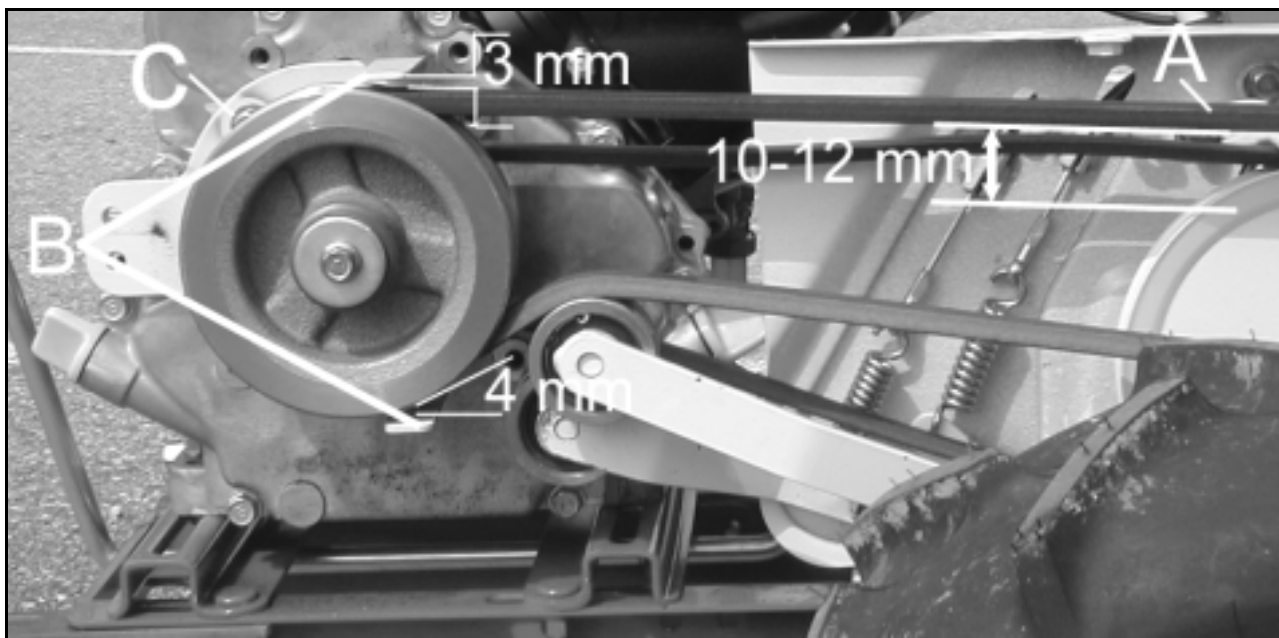

Figure 20
- Quand vous appuyer sur cette courroie avec un doigt (figure 20, repère A) la flèche doit être comprise entre 10 et 12 mm (figure 20). Si tel n'est pas le cas, modifier la tension du câble de commande des lames. Reportez-vous au chapitre « **Tension du câble commandant la rotation des lames** » page 22.
- Vérifiez aussi l'espace entre la courroie et les pattes de la pièce empêchant la courroie de sauter (figure 20, repère B).
- L'espace entre la patte supérieure et la courroie doit être de 3 mm (figure 20).
- L'espace entre la patte inférieure et la courroie doit être de 4 mm (figure 20).
- Dans le cas contraire, dévissez l'écrou maintenant cette pièce (figure 20, repère C), puis bouger la jusqu'à respecter les jeux. Revissez l'écrou, le réglage effectué.